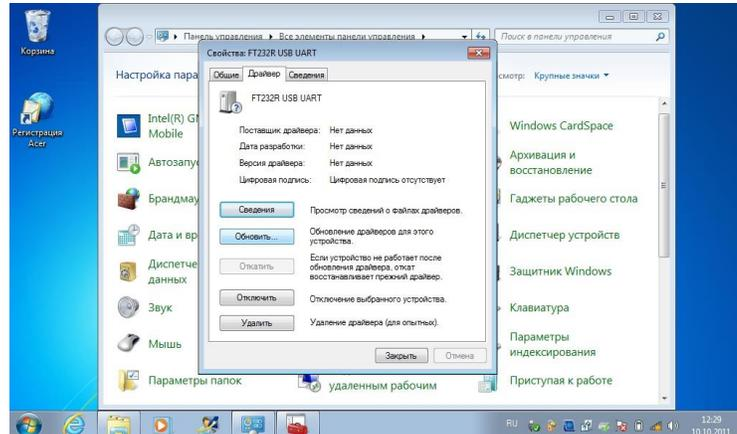

Рис.4
8. Переходим на вкладку «Драйвер» рис.4